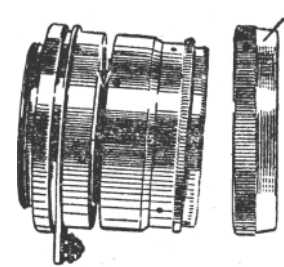

Рис. 203. Детали оправки (но) часовое масло и через несколько часов возобновить отвинчивание блока.
ет сперва отвинтить стопорный винт. Этот винт расположен под кольцом шкалы расстояний 1 (рис. 199). Кольцо 1 укреплено тремя стопорными винтами. Перед снятием кольца устанавливают оправу объектива в положение 1 м. Сняв кольцо, нужно найти стопорный винт, который не всегда виден (см. стрелку на рис. 203), так как резьба и внутренние детали оправы покрыты слоем масла.
5. Оправа объектива вращается очень туго. Это происходит в результате высыхания и загустения смазки. Трущиеся поверхности и особенно многозаходные резьбы нужно смазать часовым маслом. Для этого в оправках первых выпусков снимают кольцо 1 (рис. 203) и подают масло на виднеющуюся часть многозаходной резьбы (см. стрелку).. Смазывают также направляющий винт и паз, видимый в тыльной части оправы. Оправы последних выпусков можно разобрать и смазать (см. стр. 303).